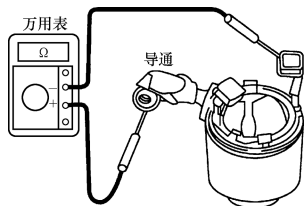

图 4-43 检查励磁线圈是否断路
(1) **检查励磁绕组是否断路** 如图 4-43 所示。用万用表检查引线和励磁绕组电刷引线之